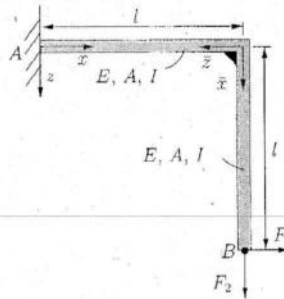

Abbildung 4.1: Fest eingespannter Winkelträger
Gegeben ist ein fest eingespannter Winkelträger (Abb. 4.1) mit konstanter Biege- ($EI = EI_y = EI_z$) und Zug-/Drucksteifigkeit (EA). Am Ende des Trägers, im Punkt B , wirken eine horizontale und eine vertikale Einzelkraft (F_1 bzw. F_2).
Anmerkung: Verwenden Sie bei der Lösung der Aufgabe die in Abb. 4.1 angegebenen Koordinatensysteme $\{x, y, z\}$ und $\{\bar{x}, \bar{y}, \bar{z}\}$.